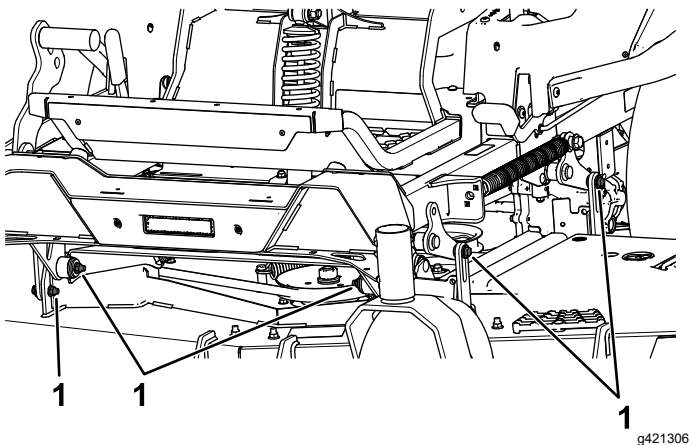

Figura 90
7. Retire y guarde los pernos y las tuercas de ambos lados de la máquina (Figura 90).